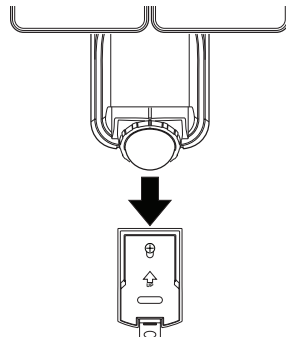

Figura 5
5. Deslice la parte de atrás del aparato de luz hacia abajo sobre la placa de montaje hasta que cierre a presión en su sitio (vea la Figura 5).